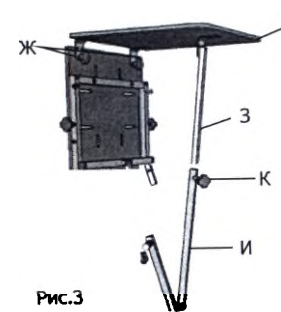

Рис.3
Установить съемный столик (Е) на верхнюю часть ложа с задней стороны. Закрепить винтами-барашками (Ж). Совместить внешнюю (З) и внутреннюю (И) части телескопической направляющей столика, закрепить стопорный винт (К) (рис.3)
6) Регулировка столика по углу наклона (рис.3)